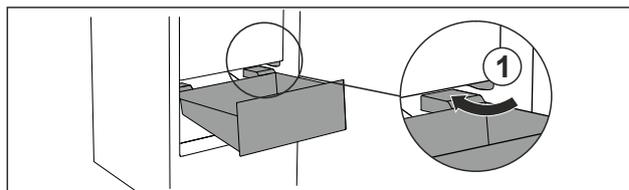

Fig. 101
- ▶ 围绕止动器 Fig. 101 (1) 倾斜引导抽屉。